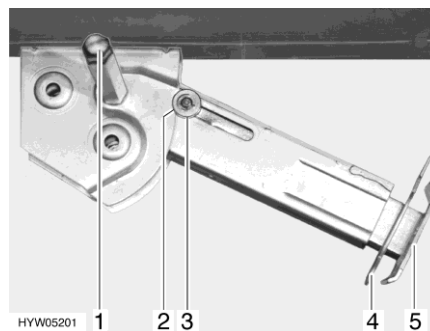

Fig. 27 Apoyo de elevación
- Colocar la llave de vaso en el hexágono (Fig. 27,1) y girarla hasta que el apoyo de elevación quede verticalmente hacia abajo.
- Extraer la clavija hendida (Fig. 27,4) de la prolongación del pie de apoyo (Fig. 27,5).
- Colocar la llave de vaso en el hexágono (Fig. 27,1) y girarla hasta que el apoyo de elevación esté de nuevo libre del suelo.
- Introducir totalmente la prolongación del pie de apoyo (Fig. 27,5) e introducir la clavija hendida (Fig. 27,4) en el orificio previsto para ello que hay en la prolongación del pie de apoyo.
- Girar con la llave de vaso en el hexágono (Fig. 27,1) hasta que el apoyo de elevación bascule hacia arriba y la arandela de guía (Fig. 27,3) esté totalmente introducida en la entalladura (Fig. 27,2).